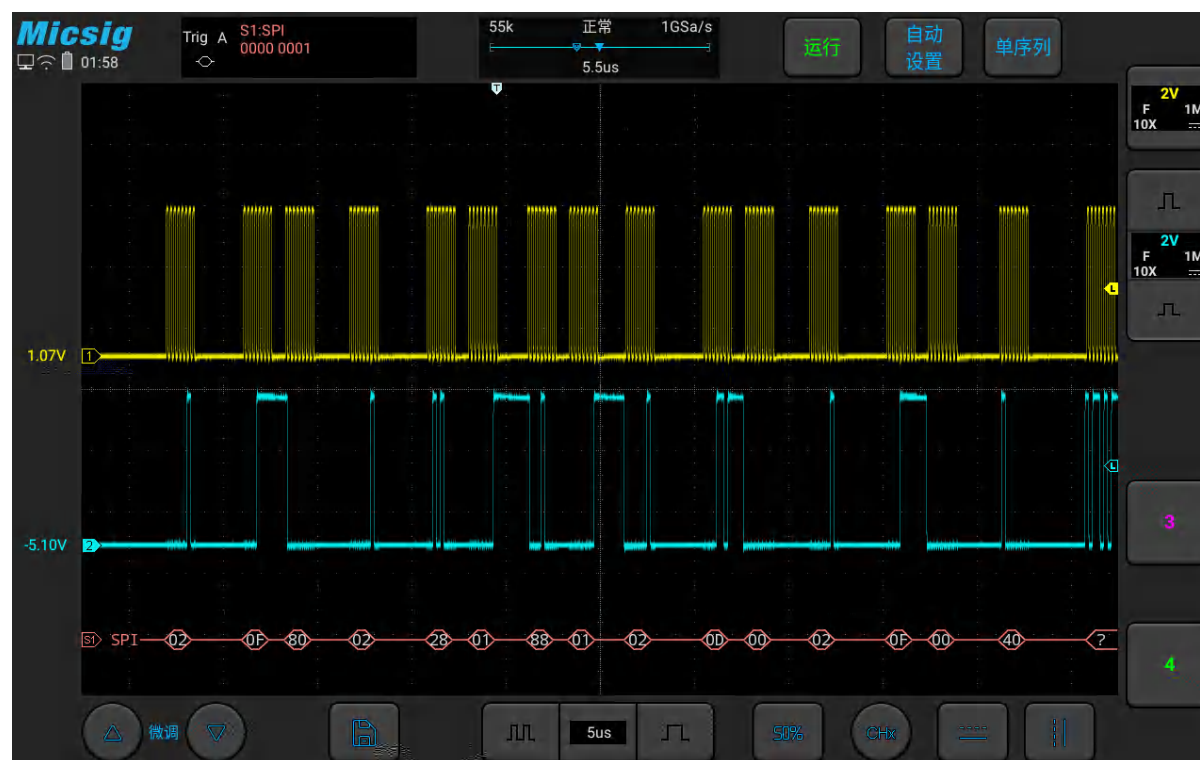

图11-20 SPI 图形界面
- (3) 打开触发设置菜单，触摸屏上点按数据，使用虚拟软键盘设置要匹配的数据为“0001”；
- (4) 依据信号幅值调节2个通道阈值电平； SPI 触发图形界面见图11-20：